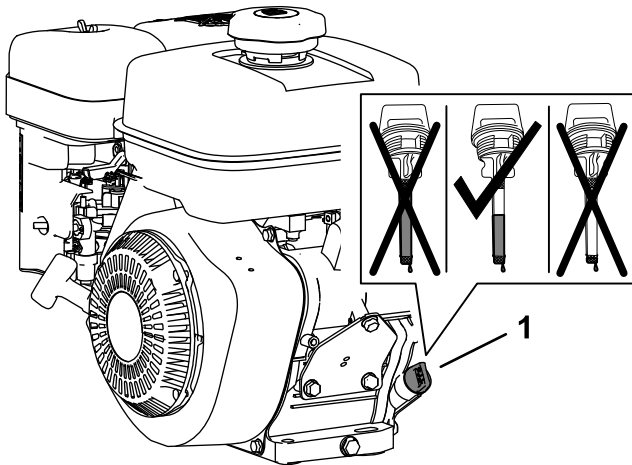

図 10
- エンジンのオイル補給口からディップスティックを抜きウェスで一度きれいに拭く(図 10)。
- 補給口から、所定のオイル 0.6 L をゆっくりとエンジンのクランクケースに入れる(図 10)。
- ディップスティックを引き抜いてオイル量を確認する(図 10)。
注 ディップスティックについている 2 つの格子模様の間が全部オイルで濡れていればオイル量は適正です(図 10)。
- ディップスティックを取り付けて手締めする(図 10)。